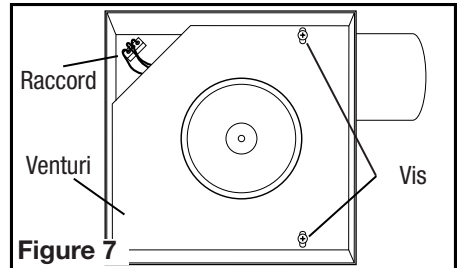
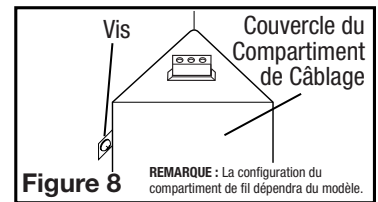

Figure 7
Figure 8
- 1b. Compartiment de Câblage Intérieur :** enlever les vis retenus en place l'assemblage de la soufflante et soulever pour sortir l'assemblage hors du châssis (Figure 7). Enlever la vis du couvercle du compartiment à câblage et mettre ce couvercle dans un endroit fiable (Figure 8).